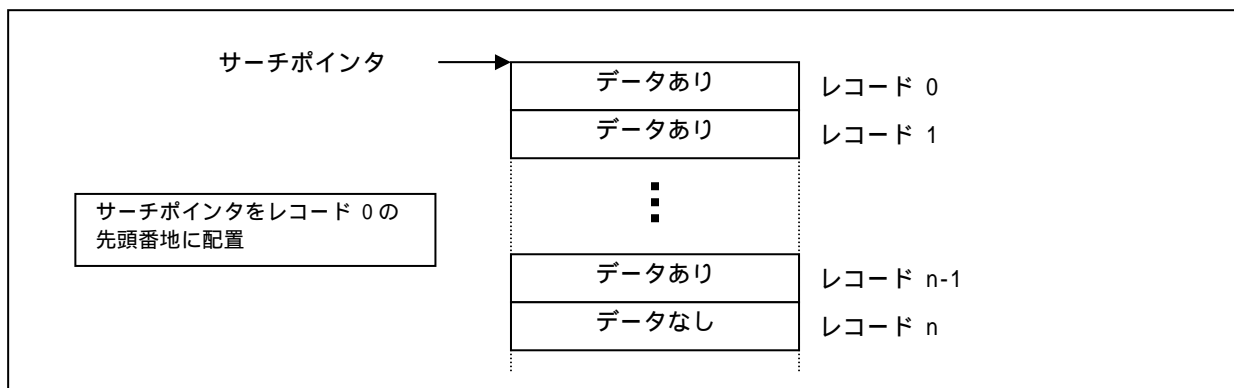

図 7. サーチポインタをレコード 0 の先頭番地に配置
(1) レコード 0 の先頭番地にサーチポインタを設定します。(図 7)